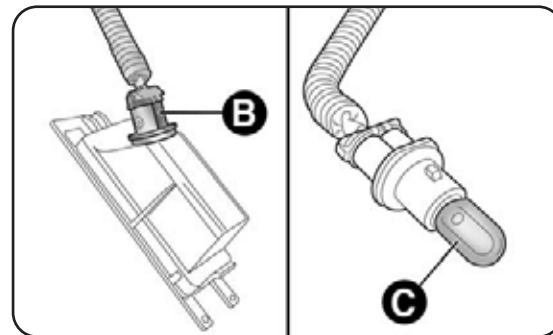

fig. 30
- ruota in senso orario il portalampada B-fig. 30, estrai la lampada C e sostituiscila.